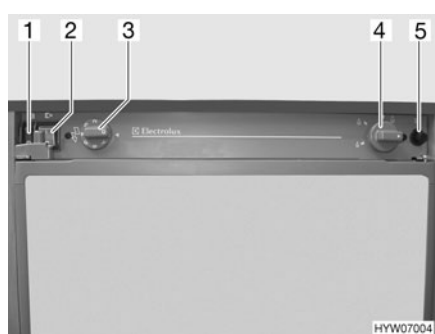

Fig. 128 Elementos de mando para el frigorífico
- Poner el conmutador de 12 V "☰" (Fig. 127,1 ó Fig. 128,1) en "O".
- Poner el conmutador de 230 V "☷" (Fig. 127,2 ó Fig. 128,2) en "O".
- Girar el botón giratorio (Fig. 127,4), o el regulador giratorio (Fig. 128,4) a gas "🔥" y mantenerlo presionado. Esperar hasta que salga gas hacia el quemador.
- Pulsar el botón de encendido de gas (Fig. 127,6 ó Fig. 128,5) las veces necesarias hasta que se vea la llama en la mirilla (en la parte inferior izquierda del frigorífico).
- Mantener el botón giratorio (Fig. 127,4) o el regulador giratorio (Fig. 128,4) presionado 10 a 15 segundos más y soltarlo después.
- Ajustar la temperatura de refrigeración con el regulador giratorio (Fig. 127,5 ó Fig. 128,4).
- Girar el regulador giratorio (Fig. 127,5 ó Fig. 128,4) a la posición 0.
- Poner el conmutador de 12 V  (Fig. 127,1 ó Fig. 128,1) en "O".
- Poner el conmutador de 230 V  (Fig. 127,2 ó Fig. 128,2) en "I".
- Ajustar la temperatura de refrigeración con el regulador giratorio (Fig. 127,3 ó Fig. 128,3).
- Poner el conmutador de 230 V  (Fig. 127,2 ó Fig. 128,2) en "O".
- Poner el conmutador de 12 V  (Fig. 127,1 ó Fig. 128,1) en "I".